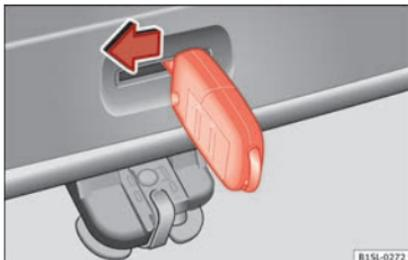

Fig. 7 A partir da bagageira: destrancagem de emergência da porta da mala.
- Introduza o palhetão da chave na ranhura da porta da mala » » **Fig. 7** e empurre a ala-